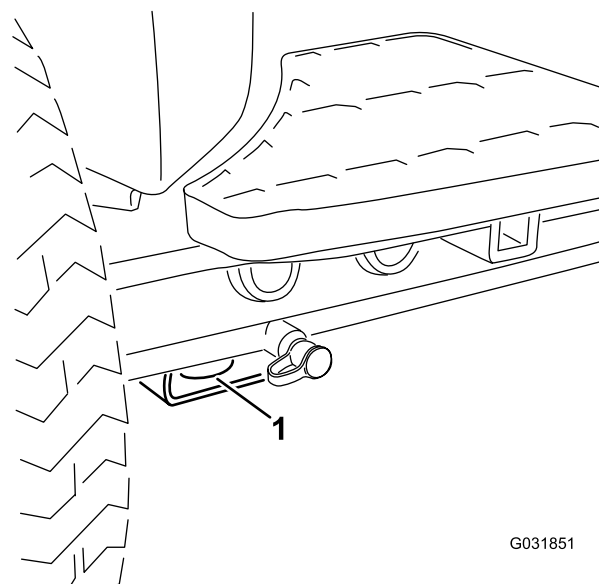

Рисунок 37
• В передней части используйте отверстие в прямоугольной подкладке под трубой моста внутри каждого переднего колеса (Рисунок 37).